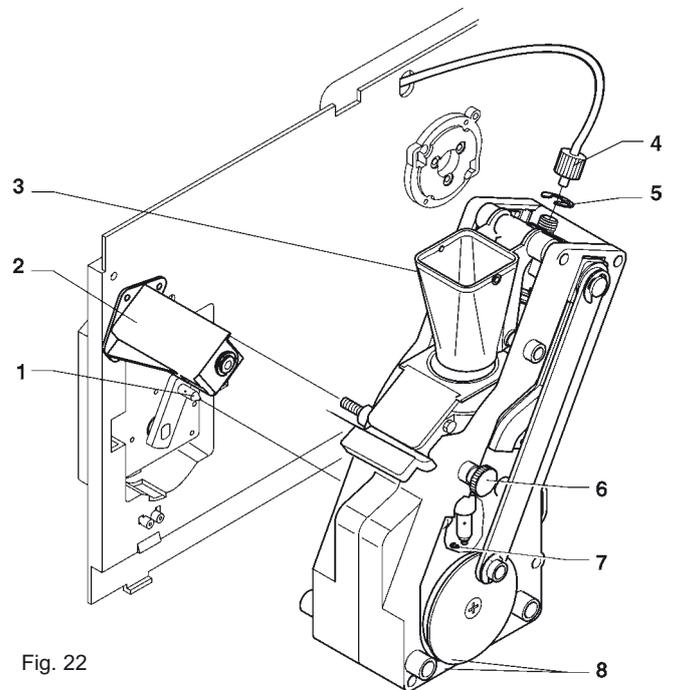

Fig. 22
- scollegare dal pistone superiore il tubo in teflon di collegamento con la caldaia, facendo attenzione a non perdere la guarnizione (vedi fig. 22);
- Allentare le viti A e B quanto basta per liberare l'imbuto caffè (vedi fig. 22);